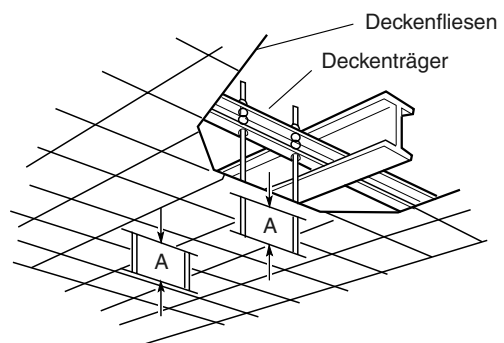

Abb. 3-122
- Die bereits vorhandenen Deckenstützen verwenden bzw. eine geeignete Stütze herstellen, wie in Abb. 3-122 gezeigt.